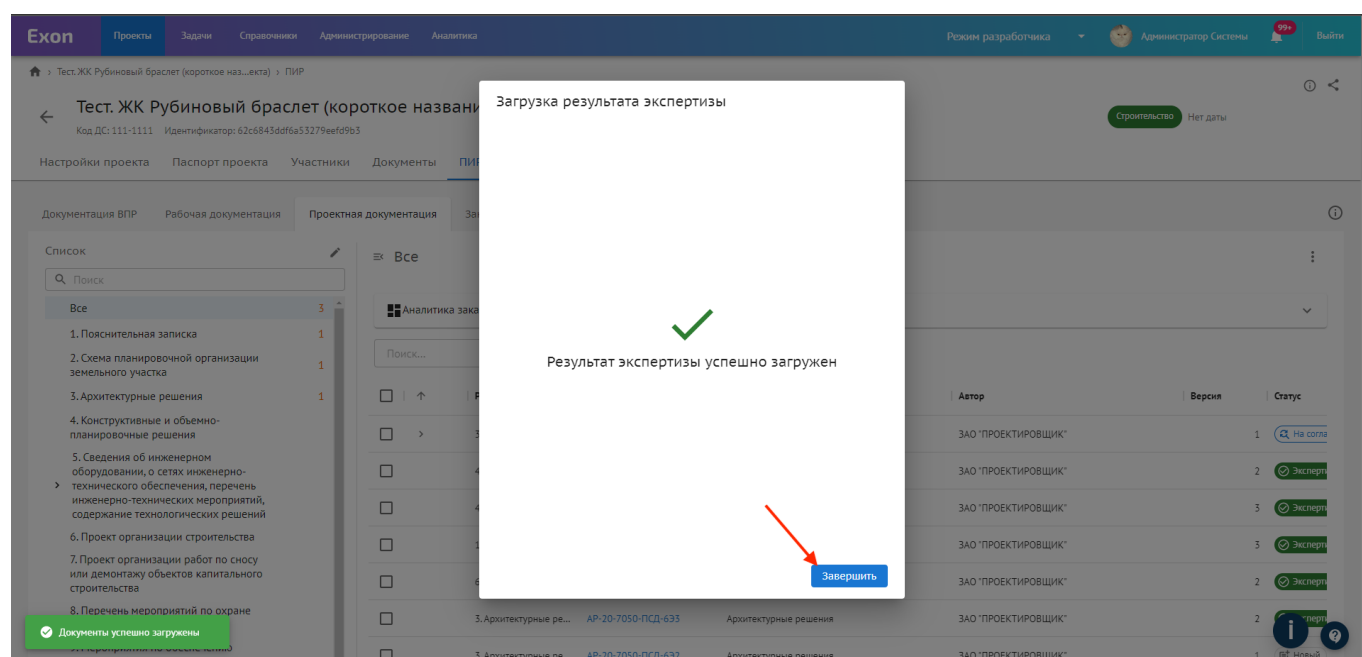

Рис. 101 – Завершение загрузки результатов экспертизы
5. По окончании успешной загрузки нажать «Завершить», после чего документы будут переданы на согласование ответственному (рис.101).